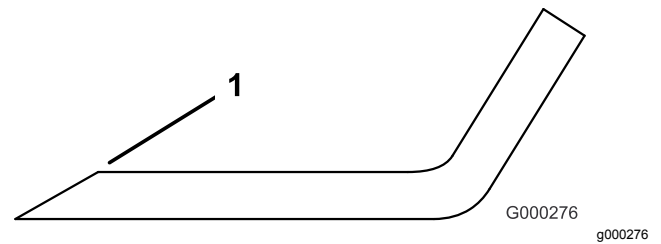

**Figura 89**
2. Verificate accuratamente i taglienti, con particolare attenzione ai punti d'incontro delle sezioni piatta e curva della lama (Figura 89).
**Nota:** Sabbia e materiali abrasivi possono consumare il metallo che connette le sezioni piatta e curva della lama, per cui si consiglia di controllare la lama prima di usare il tosaerba. Se notate dell'usura (Figura 89), sostituite la lama.